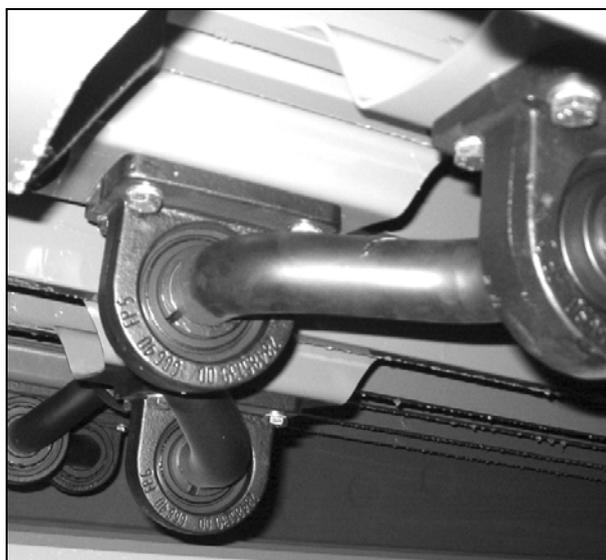

Рисунок 3
- При затягивании креплений подшипников каждого соломотряса колесо кривошипа должно быть направлено в сторону заднего подшипника и должно быть параллельно днищу соломотряса (Рис. 3).